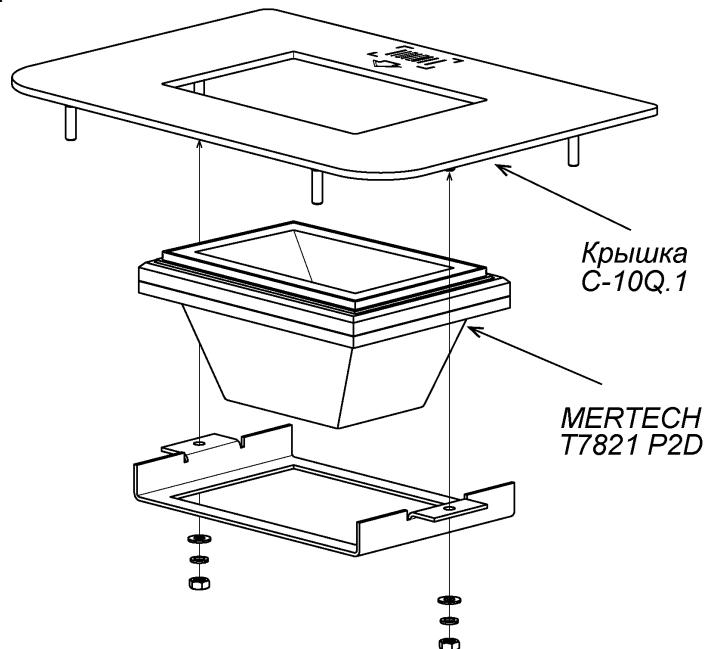

Рисунок 29. Боковая крышка PERCo-C-10Q.1 со сканером штрихкода Mertech T7821 P2D
- Боковая крышка **PERCo-C-10Q.1** предназначена для установки в турникет сканера штрихкода **Mertech T7821 P2D**. Сканер поставляется в комплекте с крышкой. Крышка выполнена из нержавеющей стали, сканер штрихкода встраивается непосредственно в боковую крышку (см. рис. 29), крепеж входит в комплект поставки боковой крышки.